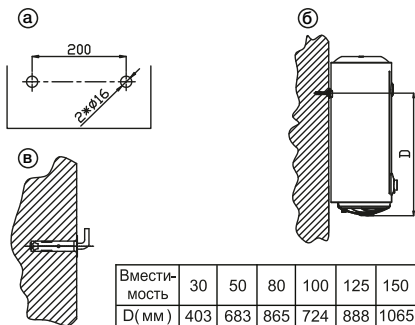

Рис. 2
2. После выбора места монтажа определите места под два крепежных болта с крючками (в зависимости от спецификации выбранного изделия). Электродрелью просверлите два отверстия в глухой стене диаметром 16 мм на расстоянии 200 мм. Расстояние между отверстиями выдержать в соответствии с рисунком 2а. При определении высоты отверстий необходимо учесть положение на стене водопроводных соединений, тип водопроводных труб и расстояние от крепления до низа нагревателя (см. рис. 2б).
3. Вставить распорные болты в отверстия и убедиться, что крюк направлен вверх (см. рис. 2в).